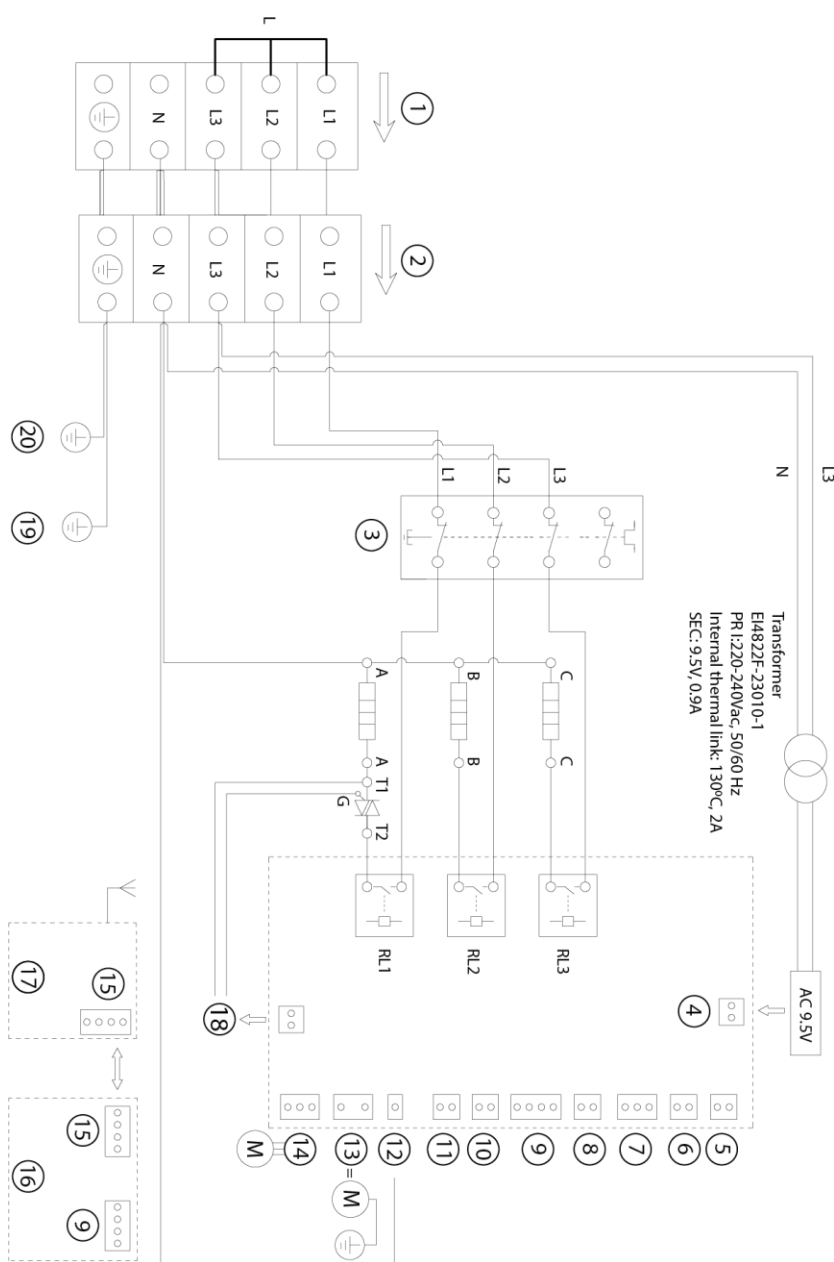

Figura 12. Schema electrică pentru conectarea pinilor terminali la unitatea de control PCB
1. Conexiune monofazată AC 230V (Figura 12)
- - Conectați cablul acționatorului electric al vanei cu trei căi (figura 12) la punctul de conectare 14 de pe unitatea de control PCB
- - Conectați contactele senzorului NTC de stocare indirectă HMV, așa cum se arată în figura 12, la conectorul corespunzător de pe panoul de control PCB (punctul de conectare 10 sau 11 din figură), alegerea punctului de conectare depinde de tipul de conector